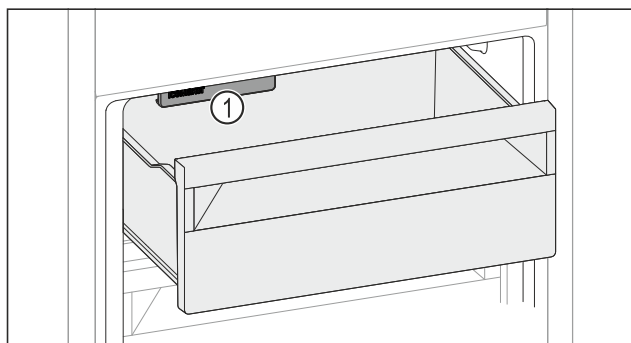

Fig. 164
- ▶ Tenez compte de l'IceMaker Fig. 164 (I).